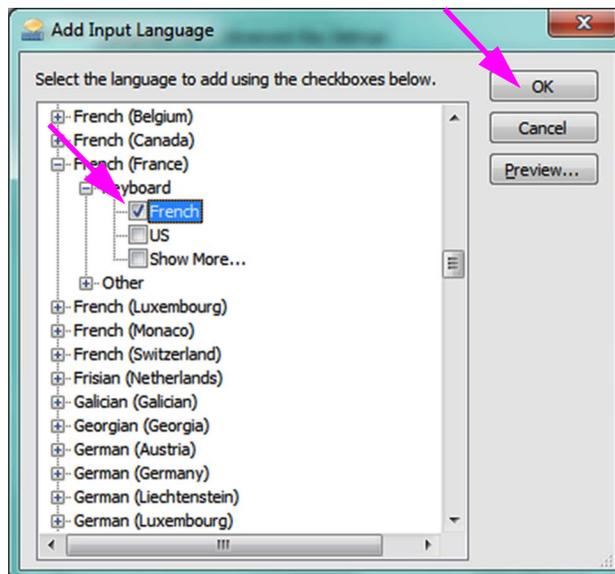

Abbildung C-10. Fenster „Add Input Language“ (Eingabesprache hinzufügen) mit allen Posten
5. Nach Auswahl der neuen Tastatur, die zu der in Abbildung C-9 ausgewählten Sprache gehört, wird unter der ausgewählten Tastatur ein Dropdown-Menü angezeigt (vgl. Abbildung C-10).